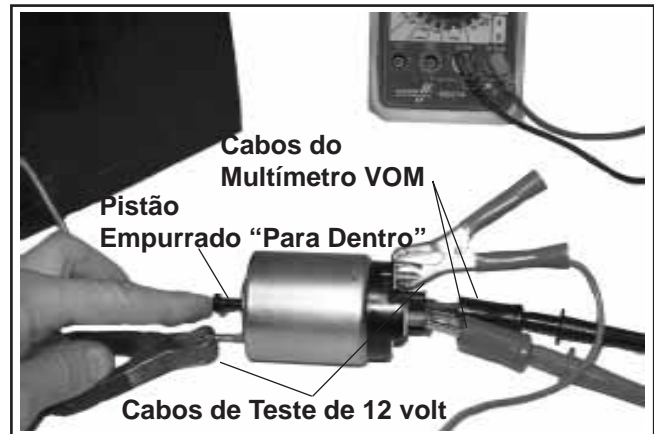

Figura 8-61. Testar a Continuidade do Contacto do Solenóide/da Bobina de Retenção.
Utilize um ohmímetro definido para a escala sonora ou a escala Rx2K e ligue os dois cabos do ohmímetro aos dois terminais de poste inferiores. Efectue o teste precedente (3) e verifique a continuidade. Consulte a Figura 8-61. O ohmímetro deve indicar continuidade, se não indicar continuidade dever-se-á substituir o solenóide. Repita o teste várias vezes para confirmar o estado.